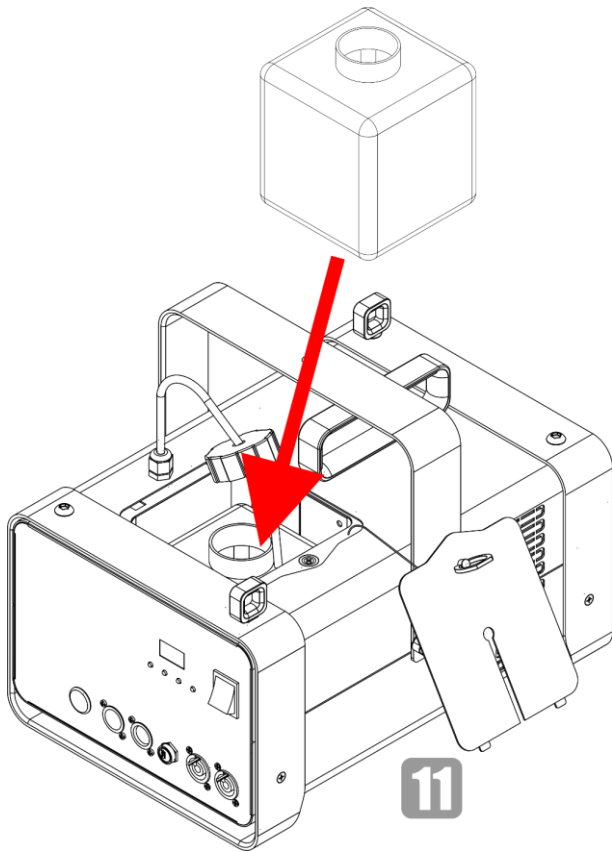

Abb. 17
- 11) Setzen Sie den Flüssigkeitsbehälter wieder in das Gerät ein (Abb. 17).